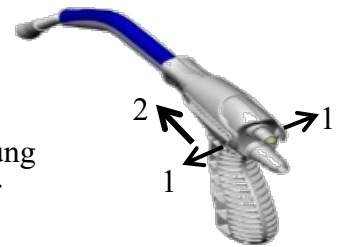

Abb. 2
12. Um den Pistolengriff zu entfernen, die Laschen am proximalen (1) Ende des Pistolengriffs ausbreiten, damit der Pistolengriff am Produkt distal (2) nach unten geschoben werden kann. (Abb. 2).